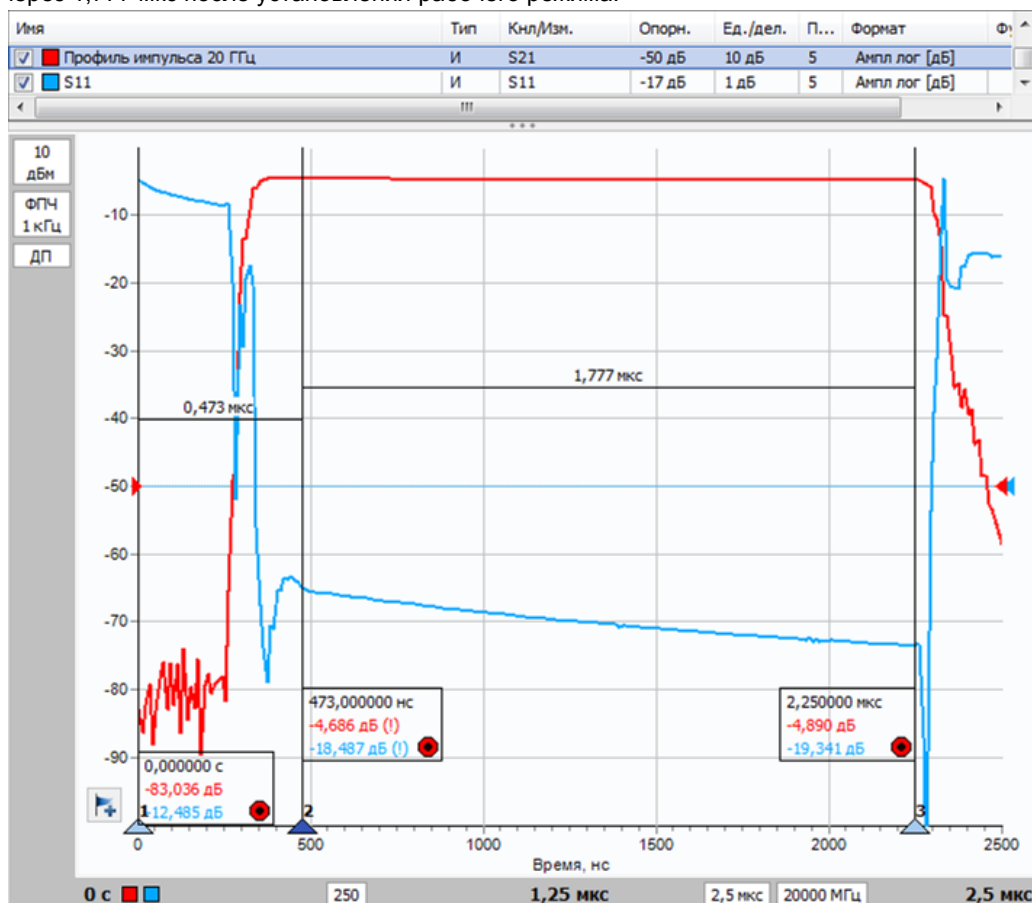

Рисунок 17. Результат измерения в режиме «Профиль импульса».
14. Результат измерения профиля импульса приведен на рис. 17. Измерения корректно проводить после окончания переходных процессов и установления рабочего режима. В нашем примере задержка от переднего фронта модулирующего импульса до установления рабочего режима составляет 473 нс. Окончание импульса происходит через 1,777 мкс после установления рабочего режима.